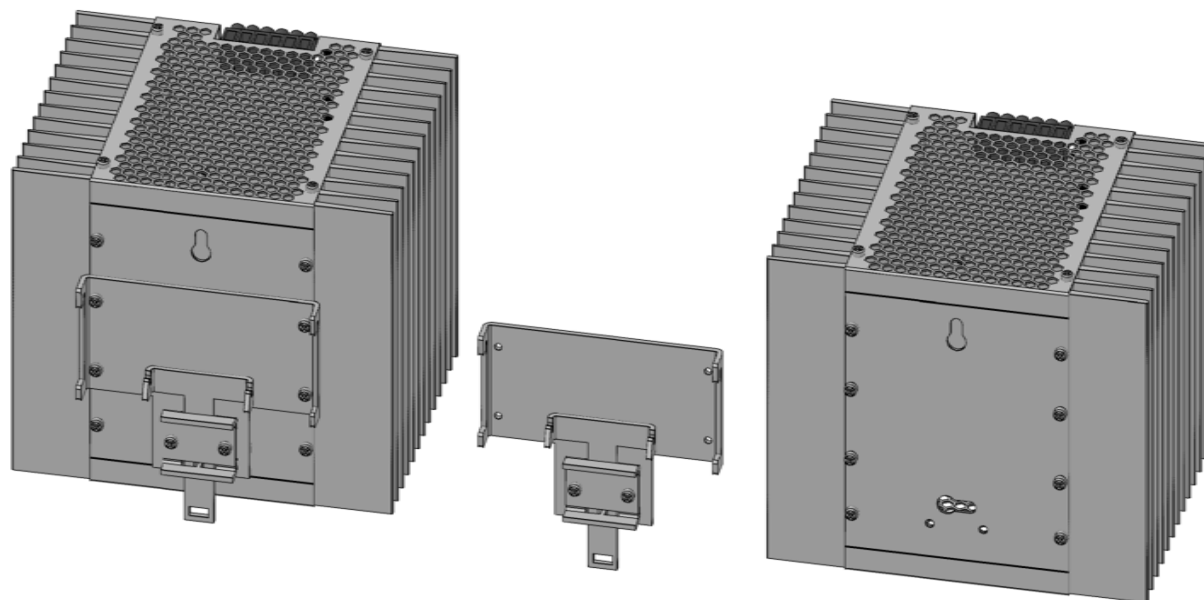

Рисунок 7. Демонтаж крепежного механизма.
6.4 Базовым конструктивным вариантом изготовления ИПС является исполнение с установкой на DIN-рейку. При необходимости установки ИПС на вертикальную плоскость (настенный вариант), достаточно отвинтить 4 крепежных винта и демонтировать единый крепежный механизм (см. рис.7).